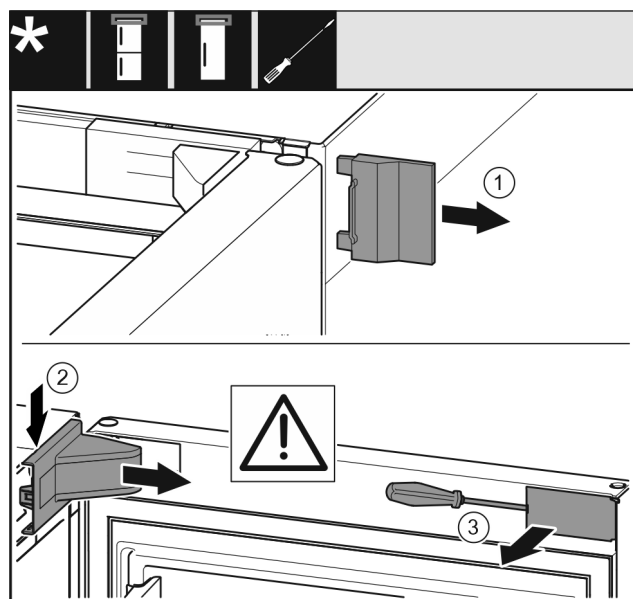

Fig. 9
- Снимите внешнюю крышку. Fig. 9 (1)
- Освободите и отсоедините крышку опорного кронштейна на Снимите крышку опорного кронштейна на Fig. 9 (2)
- При помощи шлицевой отвёртки освободите накладку и отведите в сторону. Fig. 9 (3)